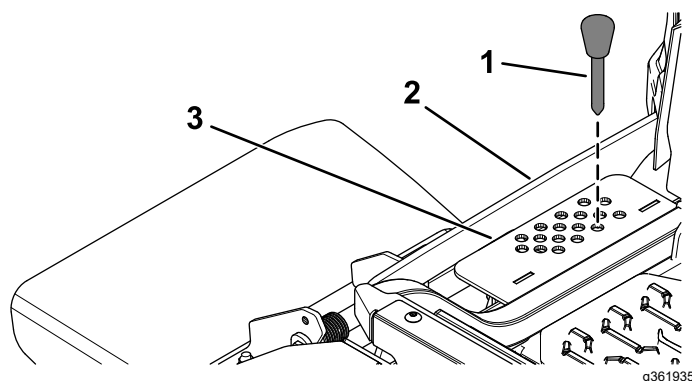

Figura 32
2. Insérez l'axe dans le trou du support correspondant à la hauteur de coupe voulue (Figura 32).
3. Appuyez sur la commande de levage du tablier jusqu'à ce que la tringlerie de hauteur de coupe touche légèrement la goupille de hauteur de coupe (Figura 32).